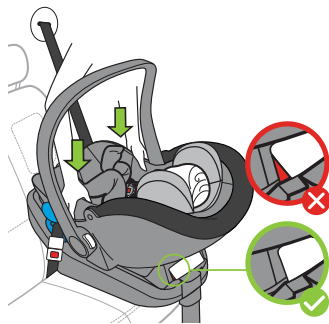

Figura 67
- Baje el portabebé sobre la base y presione hacia abajo a cada lado del portabebé para conectarlo a la base, como se muestra en la **Figura 67**. El área roja en el costado de la manija de liberación desaparecerá por completo cuando el portabebé esté firmemente sujeto. Si el área roja es visible, el portabebé **NO** está correctamente asegurado.